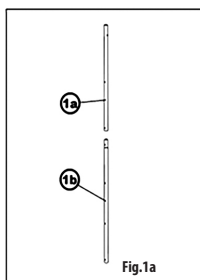
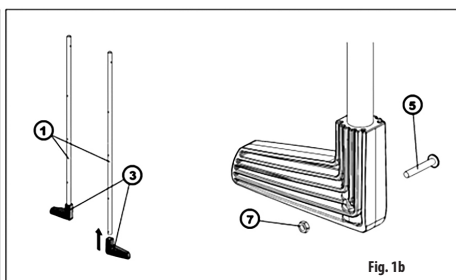

Fig. 1a
Fig. 1b
Introduisez les pieds (3) sur la bonne extrémité (en fonction des orifices) des tubes (1). Bloquez à l'aide des vis (5) et écrous correspondants (7) (**Fig. 1b**). Pour l'échelle avec 2 sections de tubes pour les piscines de 1,20 m, assemblez les sections supérieure (1a) et inférieure (1b) des tubes (**Fig. 1a**).